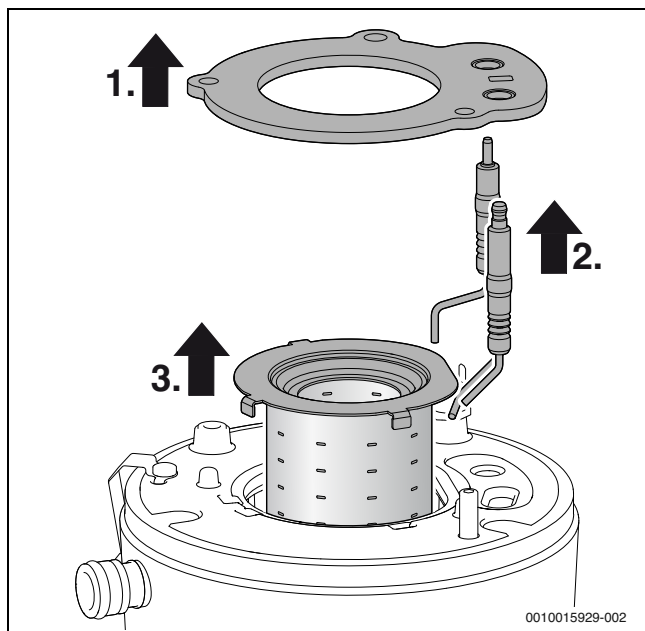

Рис. 139 Выньте горелку
- ▶ После каждого открытия горелки замените уплотнение (→ рис. 139, поз. [1]) и все другие уплотнения, которые могут быть повреждены во время проведения работ. (максимальный срок службы уплотнения горелки: 7,5 лет)